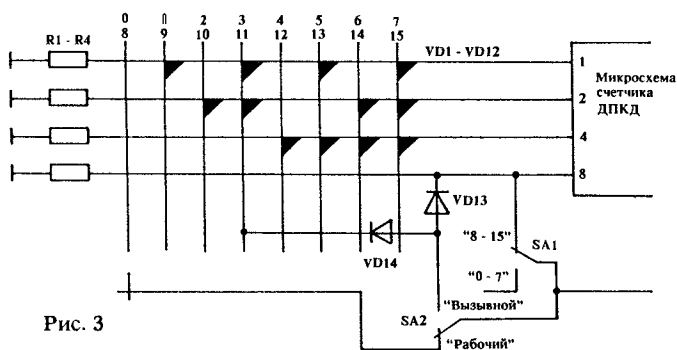

Рис. 3
14. ДПКД синтезатора [1] может быть выполнен на микросхемах 561IE11, как более доступных. В случае применения микросхем 561IE14 целесообразно перевести их в режим двоичного счета, что удобно для носимых радиостанций, использующих только одну микросхему в ДПКД, т.к. наполниту увеличивается количество каналов. Диодную матрицу при этом необходимо модифицировать согласно рис. 3, на вход переключения счета микросхемы ДПКД подать “единицу” (вывод 9), а в переключателях шифратора предусмотреть возможность оперативного перехода на вызывной канал и обратно, установив отдельный тумблер. Это позволит уменьшить время вхождения в связь и значительно уменьшит износ контактов переключателя каналов.
На рис. 3 приведена схема кодера (шифратора) ДПКД синтезатора [1]. При условии использования только одной микросхемы реверсивного счетчика, работающего в режиме двоичного счета, диодная матрица выполнена для стандарта IARU для ЧМ симплексных каналов в диапазоне частот 145200 — 145575 кГц с использованием переключателя на один из каналов, выбранный в качестве вызывного. Он включается и выключается обычным тумблером SA2. Тумблер SA1 позволяет сэкономить диоды и наиболее полно использовать количество каналов ДПКД, так как среди малогабаритных переключатели на большое число положений встречаются весьма редко. В одном положении SA1 возможен коэффициент деления частоты от 0 до 7, в другом — от 8 до 15 (по “весам”). Вызывной канал может быть включен тумблером SA2 вне зависимости от положения переключателя каналов и переключателя групп каналов.